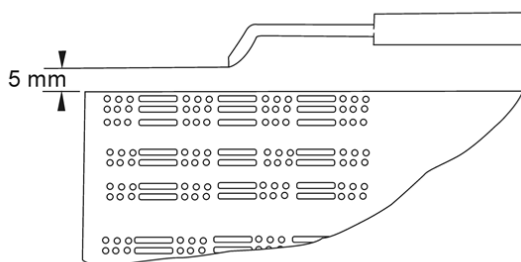

Figura 5
- Verificare la posizione dell'elettrodo di accensione (vedere Figura 5).